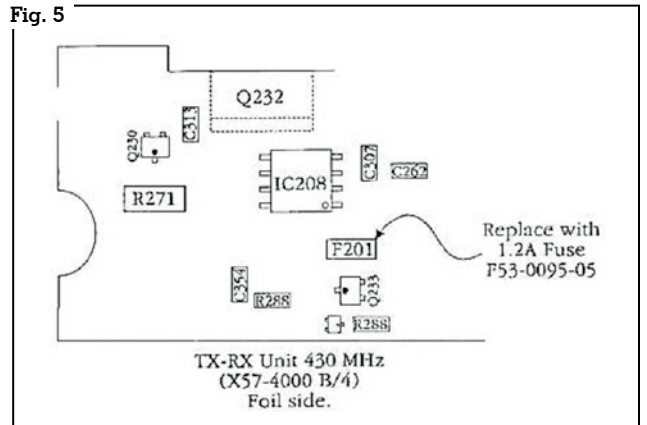

Fig. 5
**Pezzo da sostituire:** Il fusibile chip fuse da 1 A a 1.2 A posto nell'unità 430 MHz unit (X57-4000-11 B/4) (fig. 5).